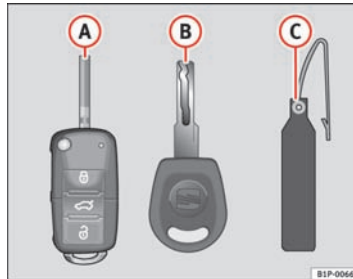

Fig. 45 Nøglesæt
- En nøgle med fjernbetjening ⇒ Fig. 45 **(A)**